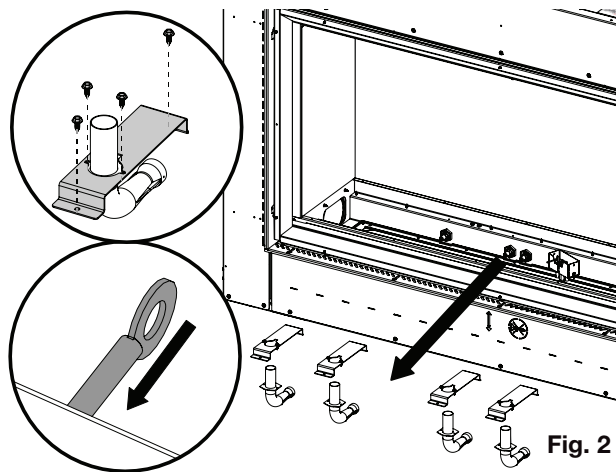

Fig. 2
- ❑ 8. Désinstallez chaque Venturi de brûleur de bûches en retirant 2 vis de chaque support. Retirez les venturis GN existants des supports et les remplacer par les venturis PL fournis, puis fixer à nouveau les supports. (Fig. 2).